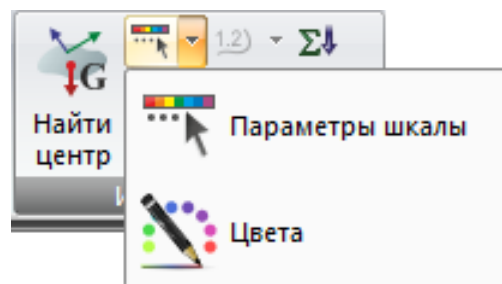

Рис. 41. Раскрывающийся список **Шкала**
**Шкала** (рис.41) – раскрывающийся список, содержащий операции по управлению градуировкой и цветовой настройкой изополей и мозаик исходных данных расчетной схемы (C1, C2, Pz), результатов статического/динамического расчета, результатов проверки и подбора стальных сечений, результатов определения подбора площадей арматуры, а настройка цветов графического отображения объектов схемы, выбор файла цветовых установок: